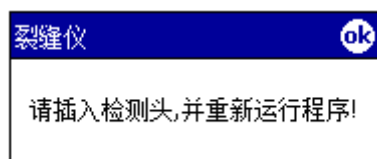

图 2-3 探测头未与主机连接时提示对话框
1) 当探测头未与主机连接时，主机将出现如图 2-3 所示的对话框。请插上探测头，然后关掉[裂缝宽度检测]测量程序，并重新运行。